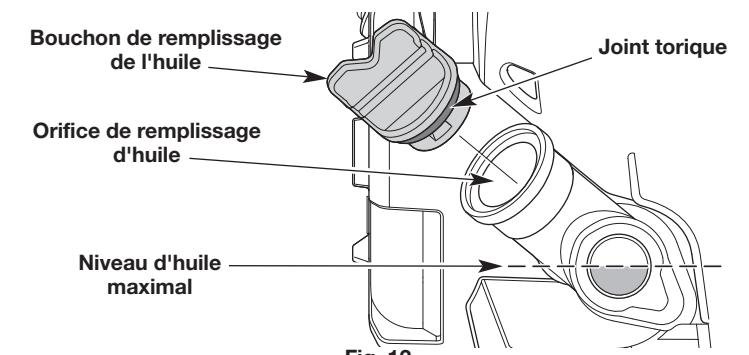

Fig. 12
- Regardez dans la fenêtre de niveau d'huile, utilisez une lampe de poche si nécessaire. **Le niveau d'huile doit remplir la fenêtre à mi-chemin** (Fig. 12). Si le niveau d'huile est trop bas, ajoutez de l'huile. Reportez-vous à *Ajout d'huile*.
- Nettoyez la zone autour du bouchon de remplissage (Fig. 12) pour empêcher des débris d'entrer dans l'orifice de remplissage d'huile.
3. Ajoutez de l'huile dans l'orifice de remplissage jusqu'à ce que le niveau soit environ à la mi-hauteur de la fenêtre de niveau d'huile (Fig. 12).
REMARQUE : Assurez-vous que le joint torique est en place sur le bouchon de remplissage d'huile (Fig. 12).
1. Nettoyez la zone autour du bouchon de remplissage (Fig. 12) pour empêcher des débris d'entrer dans l'orifice de remplissage d'huile.